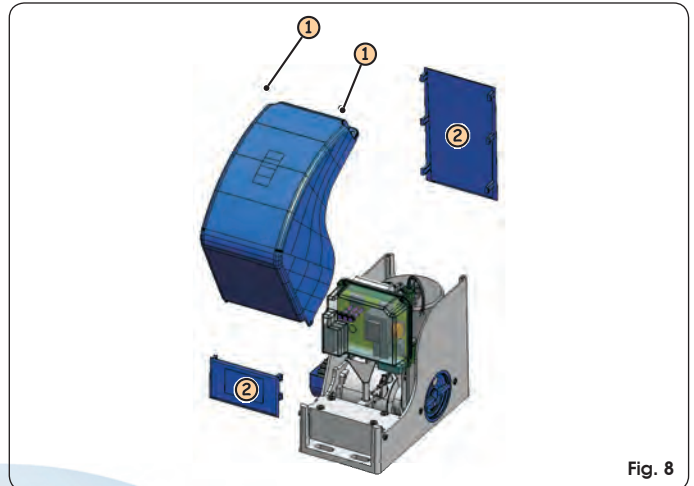

Fig. 8
- ① Enlever le couvercle en dévissant complètement les deux vis de fixation supérieures (Fig. 8 réf. ①).
- ② Tourner le couvercle d'environ 30° et tirer vers le haut.
- ③ Extraire les 2 protections latérales (Fig.8 réf. ②).